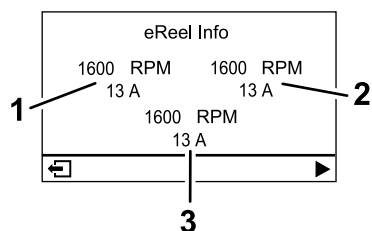

図 26
- ・ **eリールモーター画面 図 26** 各カuttingユニットモーターの回転数と電流を表示します